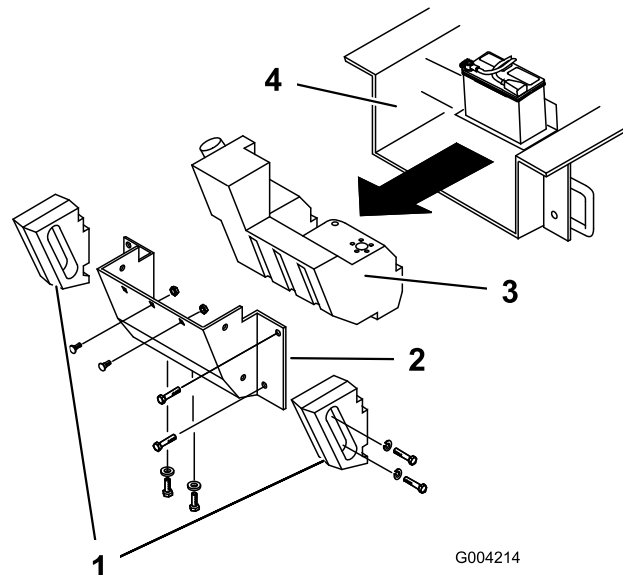

Figure 57
Avec le temps, le châssis s'encrasse sous le moteur et doit être nettoyé. Pour cette raison, ouvrez régulièrement le capot et inspectez la zone au-dessous du moteur à l'aide d'une torche. Si la couche de crasse fait entre 2,5 et 5 cm d'épaisseur, suivez la procédure ci-après (consultez la Figure 57 à cet effet) :
4. Enlevez les boulons, les rondelles et les rondelles-freins de fixation des deux masses latérales, puis déposez les masses (Figure 57).
7. Retirez les six écrous et boulons de fixation du panneau arrière et enlevez le panneau (Figure 57).
9. Poussez le réservoir de carburant en arrière (Figure 57).
16. Glissez le réservoir partiellement dans le châssis (Figure 57).
22. Remettez le panneau arrière et fixez-le en place à l'aide des six boulons et écrous enlevés précédemment (Figure 57).
24. Montez les masses latérales à l'aide des boulons, rondelles et rondelles-freins enlevés précédemment (Figure 57).